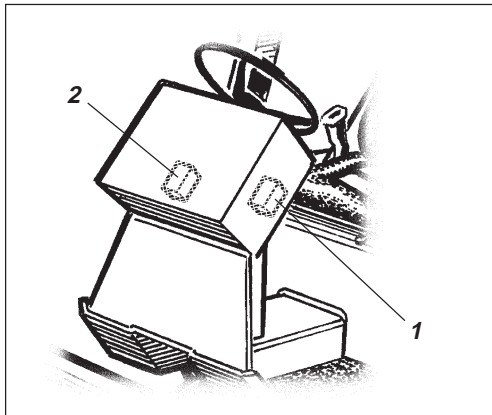
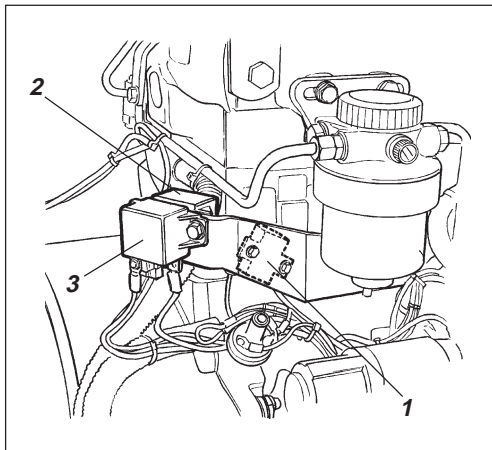

Fig. 31 Columna de dirección
Fig. 32 Compartimento del motor
El sistema de regulación y control eléctrico tiene dos fusibles: 15A (1), fig. 31; y 30A (1), fig. 32 abajo.